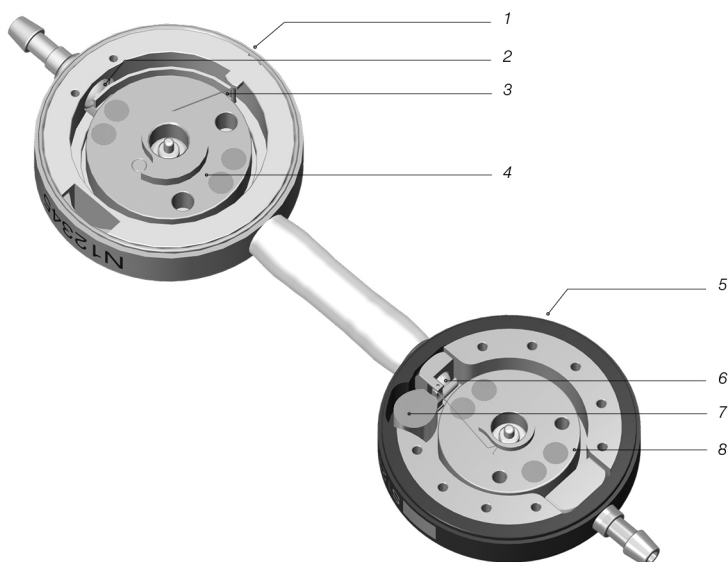

Fig. 1: Tværsnit af M.blue plus
M.blue plus er en ventil, der er fremstillet af titanium. Den består af en indstillelig differenstrykenhed (herefter også betegnet som proGAV 2.0) og en indstillelig gravitationsenhed (herefter også betegnet som M.blue) (fig. 1). Den indstillelige differenstrykenhed i den proksimale del af ventilen (1) består af et stabilt titanhus, i hvis forreste del der er integreret en afprøvet kugle-konus-ventil (2). En torsionsfjeder (3) bestemmer åbningstrykket i denne enhed. Via en rotor (4), der er lejret drejeligt, kan forspændingen af fjederen og dermed ventilåbningstrykket gennem huden indstilles.